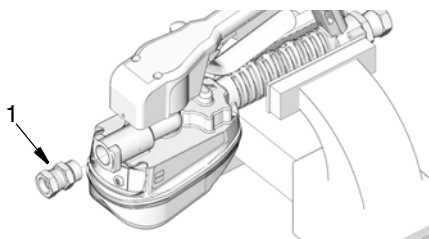

FIG. 3
3. Instale acessório (1) na saída, como demonstrado em FIG. 3. Aperte o acessório com uma chave.